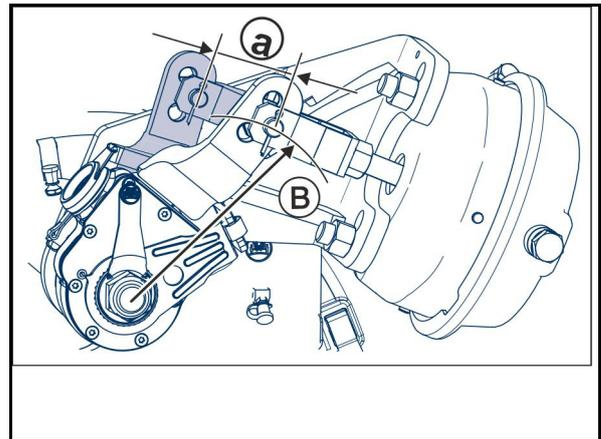

Fig. 67
3. Tirar hacia un lado del anillo de la válvula de purga de agua (Fig. 67/1) hasta que ya no salga agua del depósito de aire comprimido.
El depósito de aire (Fig. 67/1) no debe